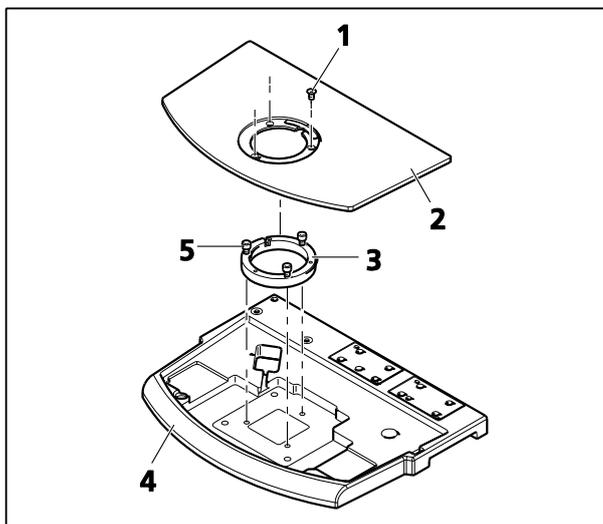

Fig. 12 Montage de la bague adaptatrice
Lors de l'utilisation du socle de statif 450, il faut s'assurer que la bague adaptatrice (Fig. 12/3) a été montée pour les platines de maintien.
- Dépose de la plaque d'insertion de la platine (Fig. 12/2). Retirer les trois vis (Fig. 12/1).
- Insérer la bague adaptatrice (Fig. 12/3) dans le socle du statif (Fig. 12/4) et la fixer à l'aide des trois vis imperdables (Fig. 12/5).